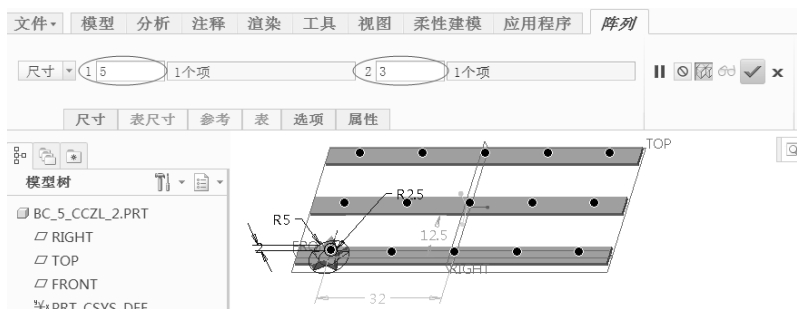

图 5-54 设置方向 1 和方向 2 的阵列成员数
6) 在“阵列”选项卡中输入第一方向的阵列成员数“5”，输入第二方向的阵列成员数“3”，如图 5-54 所示。